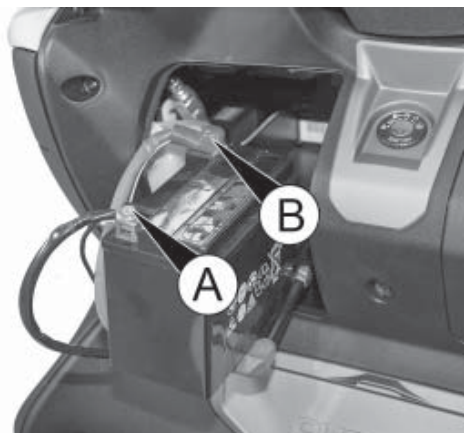

fig. 10
- sganciare il morsetto A fig. 10 (negativo) dalla batteria e successivamente il morsetto B (positivo).
- per rimontare la batteria eseguire il procedimento inverso, facendo attenzione ad agganciare prima il morsetto B fig. 10 (positivo) e poi quello negativo A fig. 10.